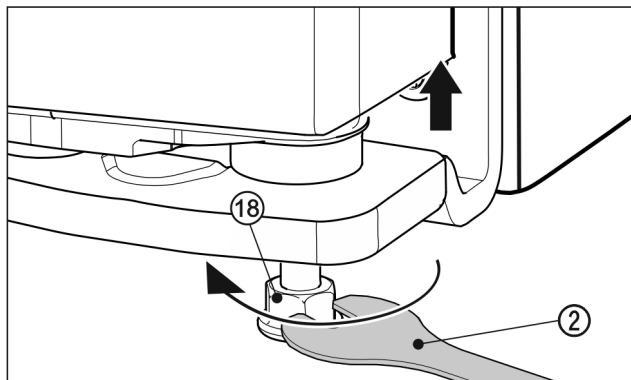

Fig. 26
- Voor het optillen van de deur de stelvoet Fig. 26 (18) er met de meegeleverde steeksleutel Fig. 26 (2) rechtersom uitdraaien tot contact met de ondergrond voorhanden is. Dan verder draaien tot de deur in hoogte is versteld. Bij levering is de lagerbout er volledig ingedraaid.